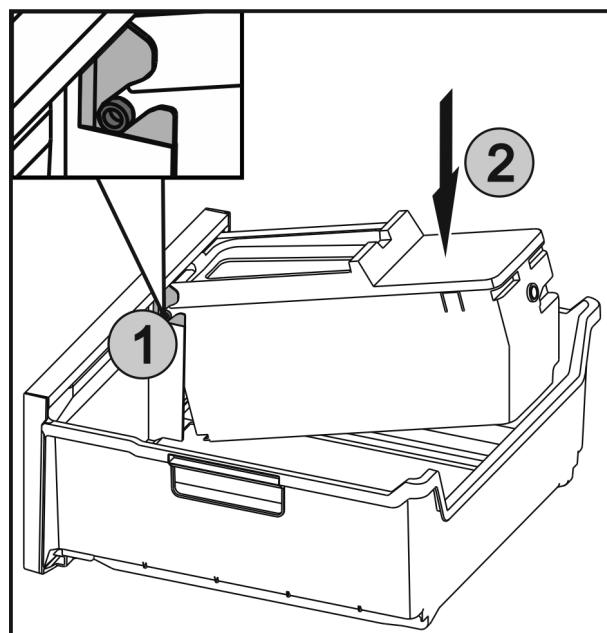

Fig. 51
- Zasuňte osy Fig. 51 (1) na EasyTwist-Ice do vedení a zatlačte zadní stranu Fig. 51 (2) tak, aby západka zaklapla.